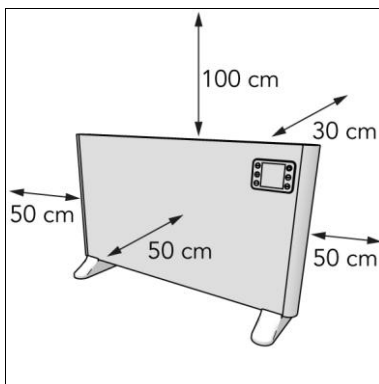

Figure 7
5. Placez l'appareil en respectant une distance de dégagement minimale (Figure 7) de :